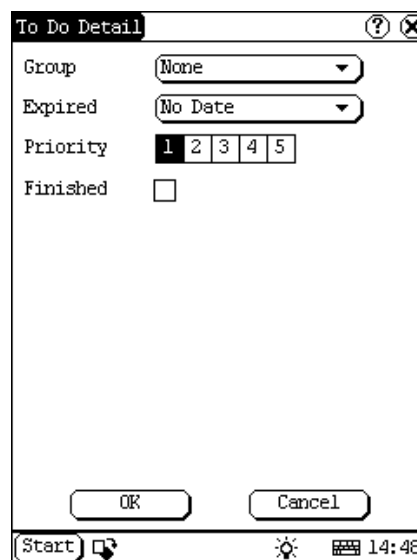

Abb. 4-25
- 3) Klicken Sie auf [Detail], um das Detail anzuzeigen. Siehe Abb. 4-25.